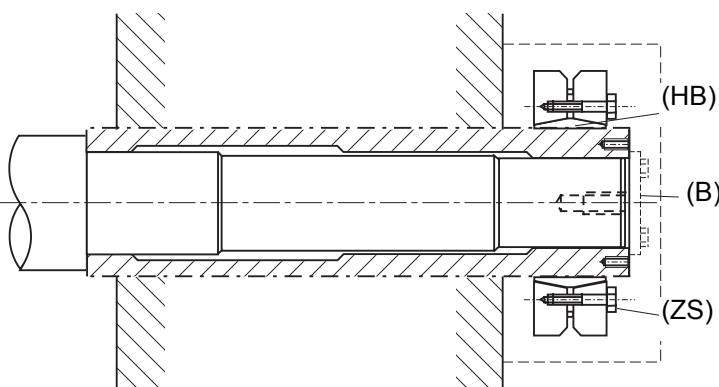

Abb. 10 Einbauzustand
Durch die Spannschrauben (ZS) wird die Buchse (HB) auf die Hohlwelle geschraubt, wodurch Welle und Buchse drehfest miteinander verbunden werden (Abb. 10).